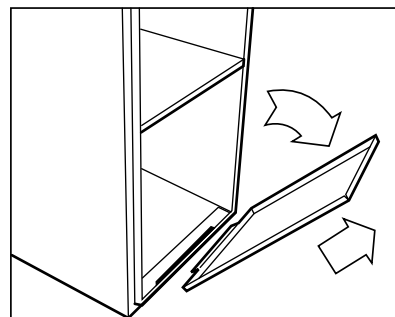

Fig. 22 - Panneau d'accès à la soufflante
b. Retirer le panneau d'accès à la soufflante. Voir fig. 22.